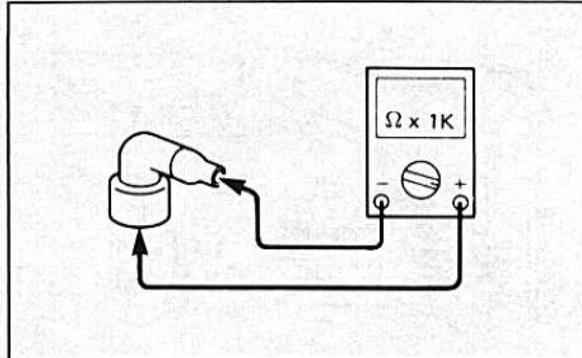

Bild 431
- Den Widerstand der Kerzenstecker prüfen (Bild 431).